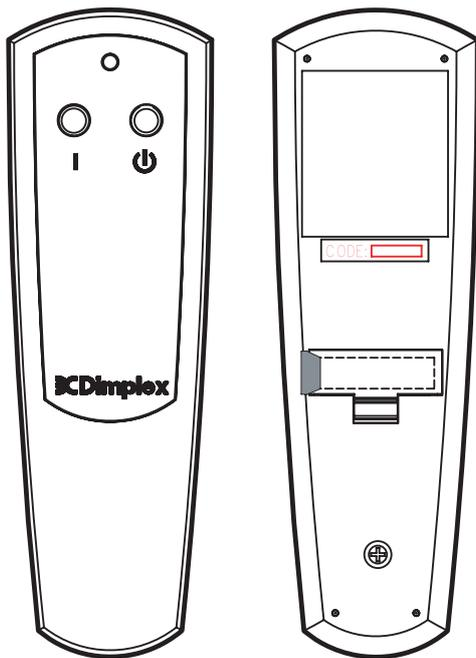

Fig. 4
Nota: Antes de tentar efetuar qualquer operação com o controlo remoto, retire a fita isoladora de plástico que se encontra entre a estrutura do controlo remoto e a tampa do compartimento das pilhas (Fig. 4).
3. Após dez segundos de realimentação, pressione o botão ON localizado no controlo remoto (Fig. 4)
1. Deslize a tampa das pilhas para a abrir no controlo remoto (Fig. 4)